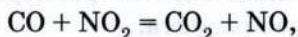

**Рис. 16.** Изменение концентрации одного из исходных веществ (реагентов) и одного из продуктов реакции во времени
*Скорость химической реакции — величина положительная.* Знак «минус» в правой части равенства стоит потому, что по мере протекания реакции концентрация исходного вещества уменьшается ( $\Delta c < 0$ ). Если скорость реакции определяют по изменению концентрации продуктов реакции, то в правой части ставят знак «плюс», так как концентрация продуктов реакции увеличивается ( $\Delta c > 0$ ) (рис. 16).